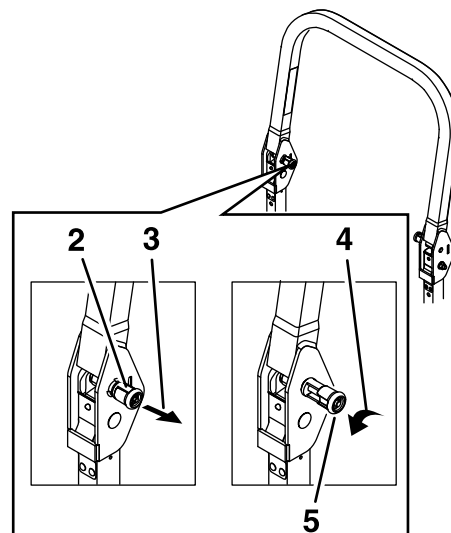

Figura 8
2. Puxe ambos os manípulos para fora e rode-os 90 graus para que não fiquem engatados (Figura 8).
3. Baixe por completo a barra de segurança (Figura 8).